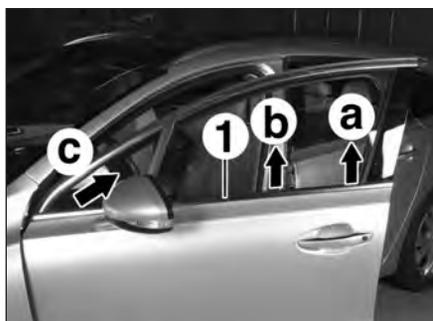

FIG.105
- Dégrafer le joint lécheur extérieur (1) suivant les flèches (a) puis (b) (Fig.105),